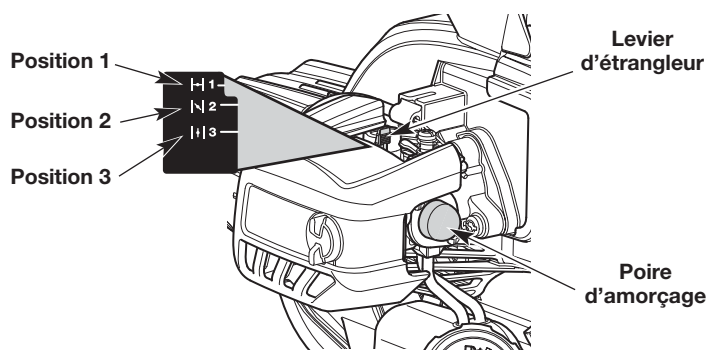

Fig. 11
3. Lentement, pressez puis relâchez **10 fois** de suite la poire d'amorçage (Fig. 11). Si vous ne voyez pas de carburant dans la poire d'amorçage, pressez et relâchez la poire jusqu'à ce que du carburant soit visible.
4. Mettez le levier d'étrangleur en **Position 1** (Fig. 11).
7. Continuez à appuyer sur le verrouillage de la manette des gaz et maintenir la manette des gaz. Mettez le levier d'étrangleur en **Position 2** (Fig. 11).
10. Continuez à appuyer sur le verrouillage de la manette des gaz et maintenir la manette des gaz. Mettez le levier d'étrangleur en **Position 3** (Fig. 11) et continuez à faire chauffer le moteur pendant 60 secondes de plus. L'appareil peut être utilisé pendant ce temps.
**Si...** le moteur a des à-coups, remettez le levier d'étrangleur en **Position 2** (Fig. 11) et continuez à chauffer le moteur.